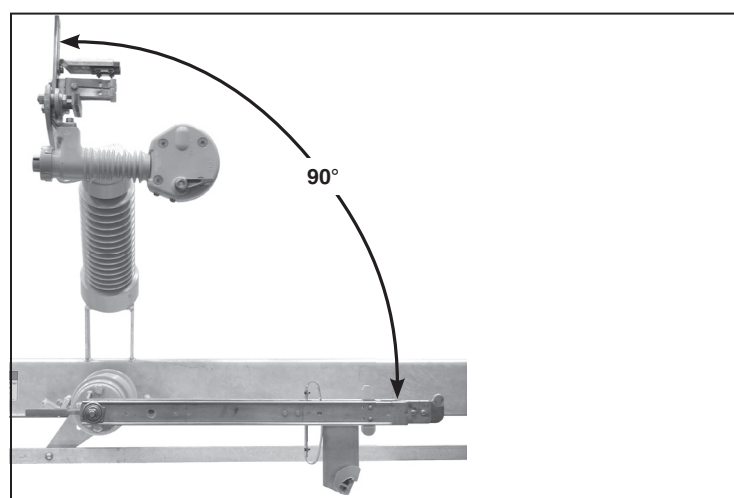

Figura 40. Verifique se as lâminas da chave estão a 90 graus da posição Fechada.
- Com a alavanca de operação levada até o limite da direção de abertura, as lâminas da chave ficam a 90 graus da posição **Fechada**. Ver Figura 40.